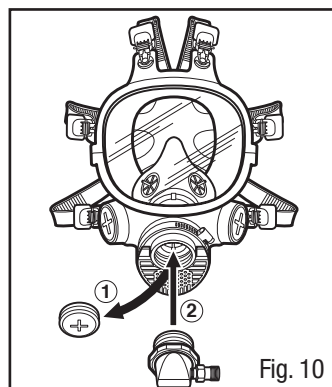

Fig. 10
1. Retire el Tapón de la cara completa 3M™ 7890 y atornille el Adaptador 3M™ W-3187 en la abertura central (Fig. 10).